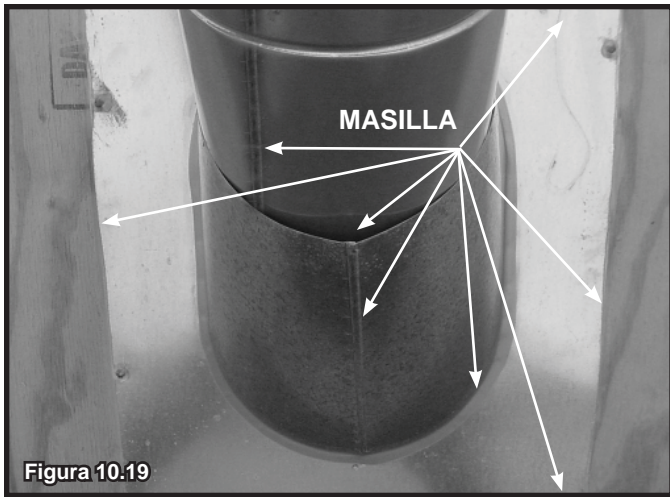

Figura 10.19
- Deslice el tapajuntas para tejados sobre las secciones de conducto que se extienden por arriba del tejado como se muestra en la Figura 10.19.
- Aplique masilla en el perímetro del tapajuntas en contacto con el tejado. Consulte la Figura 10.19.